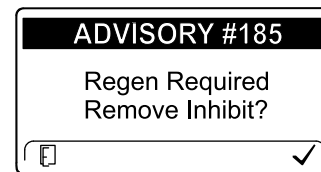

Figura 37
**Nota:** Se l'InfoCenter è impostato per inibire la rigenerazione, ogni 15 minuti l'InfoCenter visualizza il messaggio ADVISORY #185 (Figura 37), mentre il motore richiede una rigenerazione di ripristino.